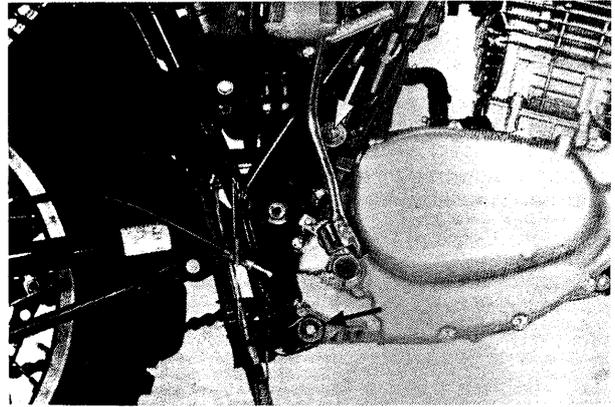

Bild 33
- Die Kabelbaumbänder (10) entfernen.
- Den Kurbelgehäuseentlüftungsschlauch (11) vom Motor abtrennen.
- Den Vergaser (12) entfernen.
- Den Splint entfernen und die Hinterachsmutter (13) lösen.
- Die Abdeckung (14) des Antriebskettenrades entfernen.
- Linke Fussraste (15) entfernen.
- Den vorderen Motoraufhängungsbügel (16) entfernen.
- Die hinteren Motoraufhängungsschrauben entfernen (Bild 33).